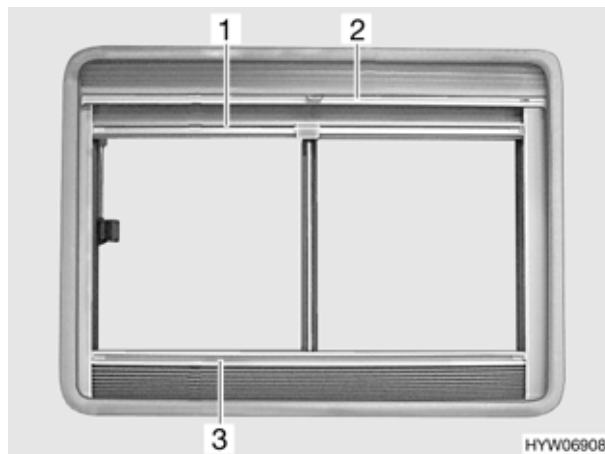

Fig. 42 Finestra con tende a rullo
- Afferrare la tendina oscurante pieghevole (Fig. 42,3) per la parte centrale della barra di presa, tirarla verso l'alto e rilasciarla nella posizione desiderata.
- Tirare la zanzariera a rullo (Fig. 42,1) per la maniglia verso il basso fino a quando non si trova in contatto con la tendina oscurante pieghevole (Fig. 42,3).
- Premere la maniglia della zanzariera a rullo (Fig. 42,1).
- Per regolare la tendina parasole (Fig. 42,2) ad un'altezza desiderata, tirarla per la maniglia verso il basso e rilasciarla nella posizione desiderata.